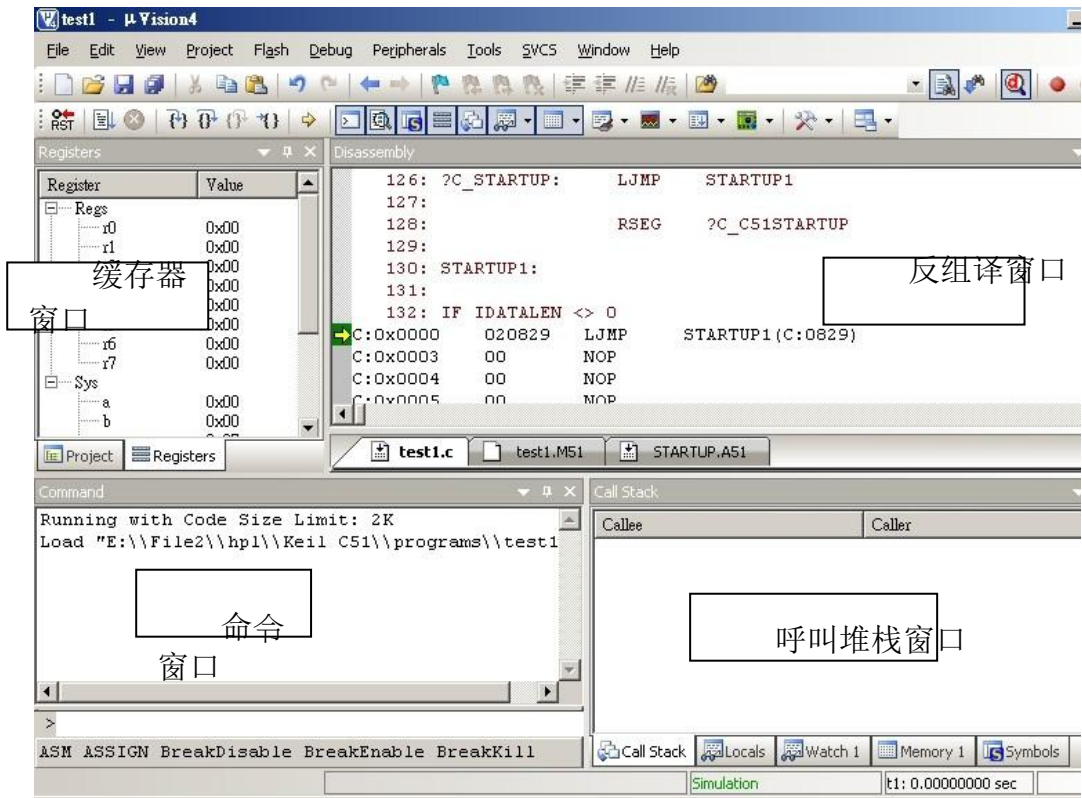

图 1-19 程序除错
(8) 选取选单 Debug/Start/Stop Debug Session，或按快捷键 Ctrl+F5，或按在档案工具列右边有一个小放大镜的按钮，则进入除错(Debug)模式，并显示不同的工作窗口，如图 1-19 所示。进入除错模式之前，会先出现一个小窗口，告诉你目前用的版本是免